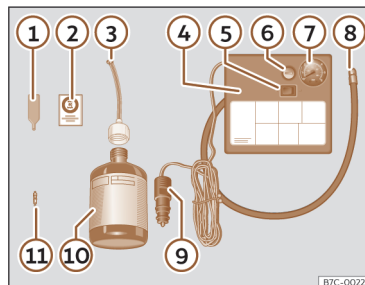

Abb. 170 Prinzipdarstellung: Bestandteile Pannenset.
Das Pannenset befindet sich im Gepäckraum unter dem Bodenbelag. Es besteht aus folgenden Bestandteilen»» **Abb. 170** :
- Ventilkappe und Ventileinsatz vom Reifenventil abschrauben. Verwenden Sie den Ventileinsatzdreher »» **Abb. 170** ① zum Heraus-schrauben des Ventileinsatzes. Legen Sie den Ventileinsatz auf einem sauberen Untergrund ab.
- Reifendichtmittelflasche kräftig schütteln »» **Abb. 170** ⑩.
- Schrauben Sie den Einfüllschlauch »» **Abb. 170** ③ auf die Dichtmittelflasche. Die Folie am Verschluss wird automatisch durchstoßen.
- Verschlussstopfen vom Einfüllschlauch »» **Abb. 170** ③ entfernen und das offene Ende ganz auf das Reifenventil stecken.
- Ventileinsatz mit dem Ventileinsatzdreher »» **Abb. 170** ① wieder in das Reifenventil schrauben.
- Reifenfüllschlauch »» **Abb. 170** ⑧ des Luftkompressors fest auf das Reifenventil schrauben.
- Prüfen, ob die Luftablassschraube »» **Abb. 170** ⑥ zuge dreht ist.
- Stecker »» **Abb. 170** ⑨ in die 12 Volt-Steckdose des Fahrzeugs stecken »» Seite 202.
- Luftkompressor mit dem EIN- und AUS-Schalter »» **Abb. 170** ⑤ einschalten.
- Kleben Sie den Aufkleber »» **Abb. 170** ② im Sichtfeld des Fahrers auf das Kombi-Instrument.
Den Reifenfüllschlauch»» **Abb. 170**  wieder anschließen und den Reifenfülldruck an der Reifenfülldruckanzeige  ablesen.